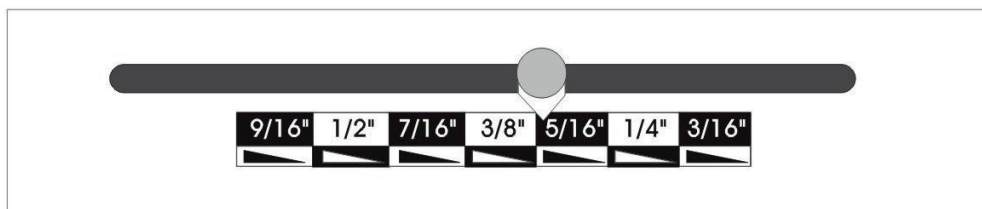

Abb. 6
- ▲ Stellen Sie die Einstellschraube für die Spiralgröße auf die richtige Position. Beachten Sie, dass ein Verstellen der Schraube nach links den Durchmesser der Spirale vergrößert (siehe Abb. 6)